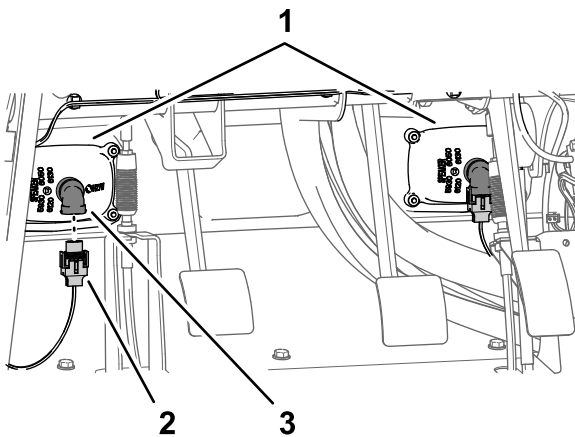

Figura 14
- Desconecte los 2 conectores hembra de 2 vías del arnés de cables de la máquina de los conectores de 2 pines de los faros derecho e izquierdo (Figura 14).